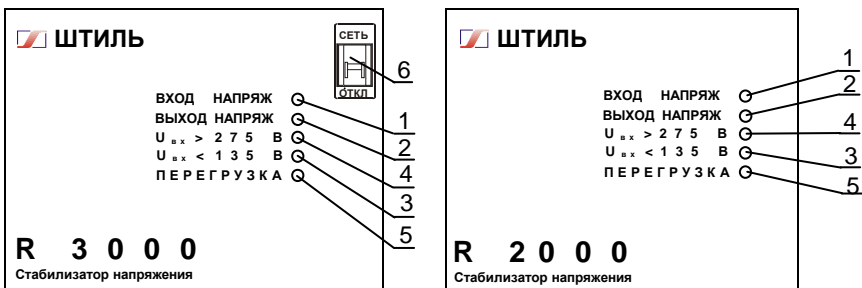

Рисунок 4.1 Передние панели стабилизаторов
На передней панели (рисунок 4.1) расположены индикаторы: ВХОД НАПРЯЖ (1), ВЫХОД НАПРЯЖ (2), «Uвх>275 В» (4), «Uвх<135 В» (3), ПЕРЕГРУЗКА (5) и *выключатель-автомат (6) СЕТЬ (в модели R3000)*.